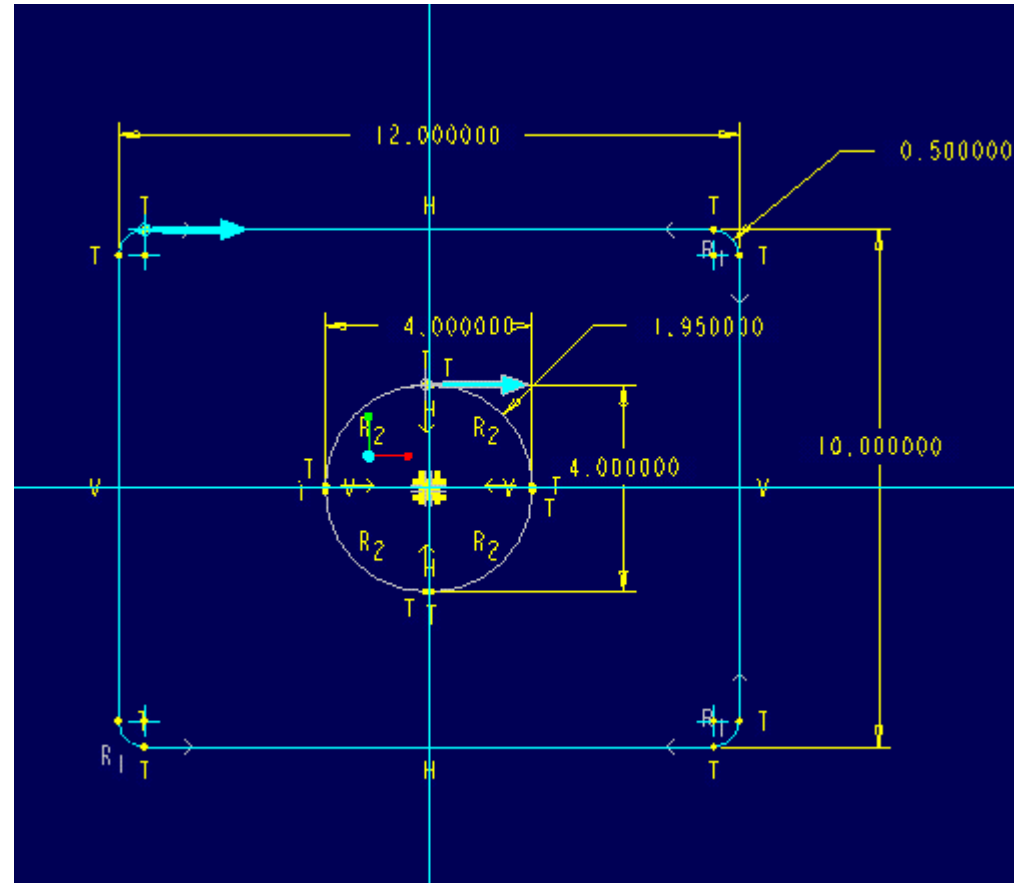

Abbildung 3
3. Ändern Sie die Bemaßungswerte der Radien ( $R_2$ ) in dem Schnitt, der den Kreis darstellt. Der Wert sollte etwa halb so groß wie die Länge der Seiten sein (siehe Abbildung 3).